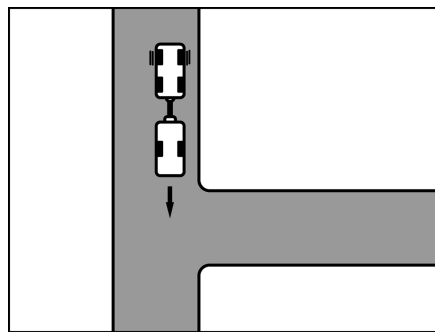

Bild 9 Anfahrt
- So weit an die Einfahrt fahren, bis das Heck des Caravans etwa auf der Höhe der Einfahrt ist (Bild 9).